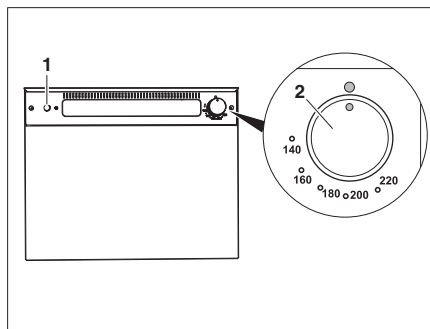

Fig. 316 Forno a gas (Thetford)
- Premere leggermente il pomello girevole (Fig. 316,2) e ruotarlo in senso antiorario portandolo in una posizione a piacere.
- Premere l'interruttore di accensione (Fig. 316,1) finché la fiamma non si accende.
- Ruotare il pomello girevole (Fig. 316,2) portandolo in posizione "O". La fiamma si spegne.